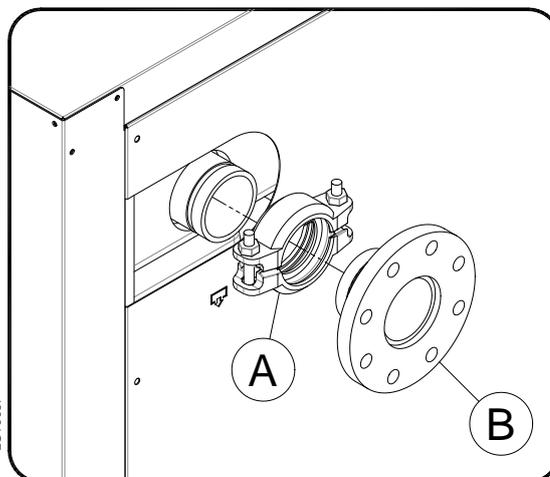

Fig.2
Montage de la bride de raccord (B) et du collier Victaulic ® (A) (voir fig.2)